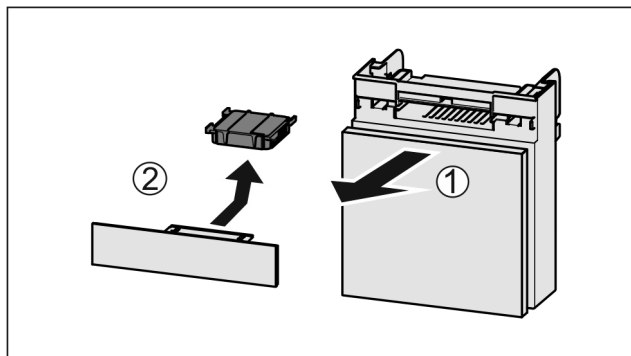

Fig. 181
- Pretinac izvucite Fig. 181 (1) prema naprijed.
- Izvadite filtir s aktivnim ugljenom Fig. 181 (2).